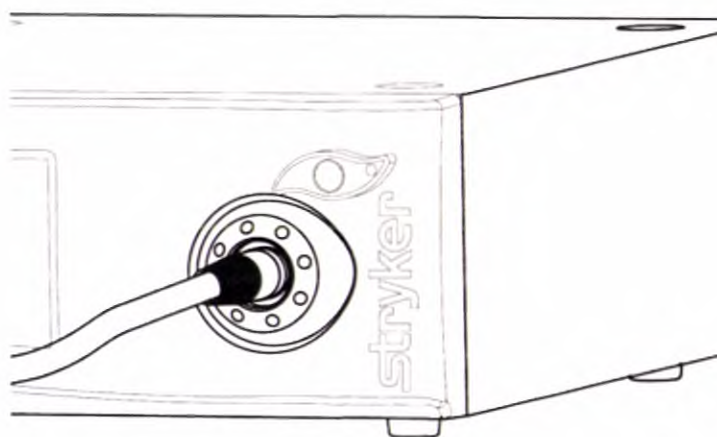

Рис. 4 Установка световодного кабеля в кабельный порт
2. Вставьте чистый, сухой фиброоптический кабель в зажим кабеля (см. Рис. 4). Аккуратно потяните назад кабель, чтобы убедиться в надежности соединения.